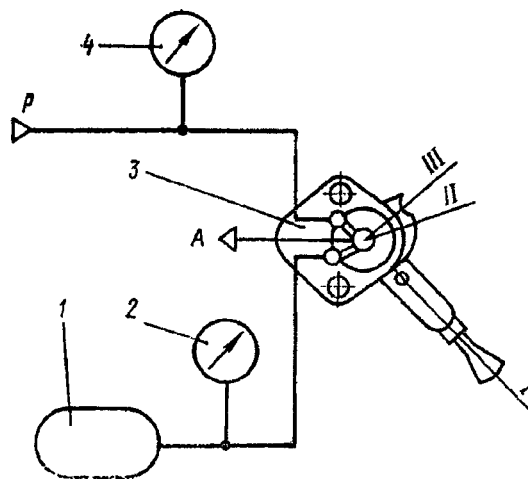

Рис. 312. Схема подключения крана управления стояночной тормозной системой:
3. Проверьте, легко ли возвращается рычаг крана при повороте его на 45 и 70° от положения 1 (рис. 312).
1. Подключите кран по схеме, изображенной на рис. 312.